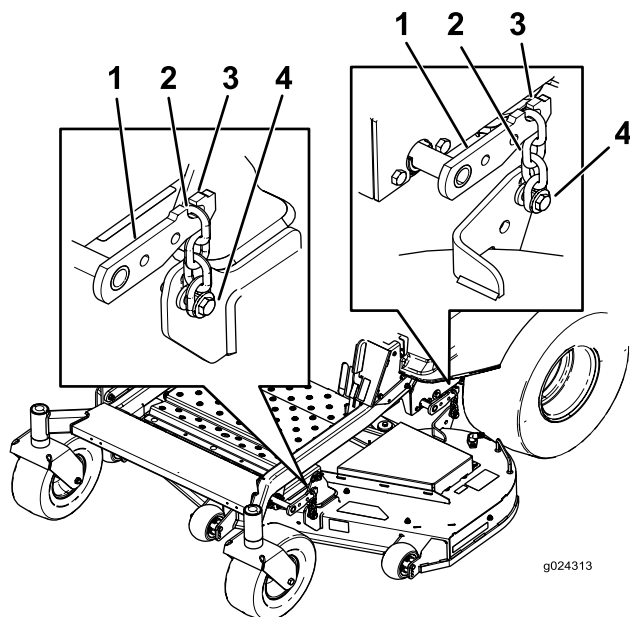

Figure 61
5. Desserrez les écrous de réglage aux quatre coins de sorte que le tablier repose bien sur les quatre cales (Figure 61).
6. Vérifiez que les quatre chaînes sont tendues (Figure 61).
7. Resserrez les quatre boulons de réglage (Figure 61).